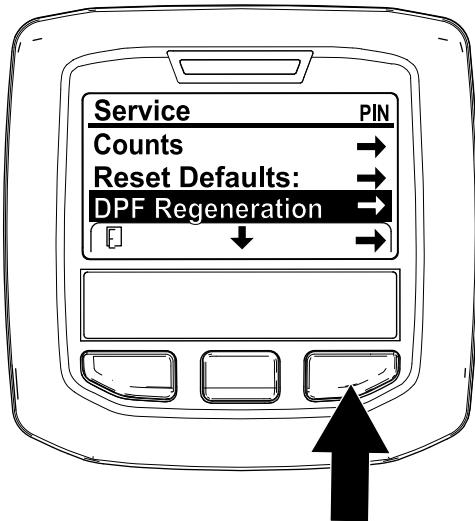

Рисунок 69
- Перейдите к меню Service (Техобслуживание), нажмите среднюю кнопку для прокрутки вниз к опции DPF REGENERATION (РЕГЕНЕРАЦИЯ DPF) (Рисунок 69).
- Нажмите правую кнопку для выбора позиции DPF Regeneration (Регенерация DPF) (Рисунок 69).